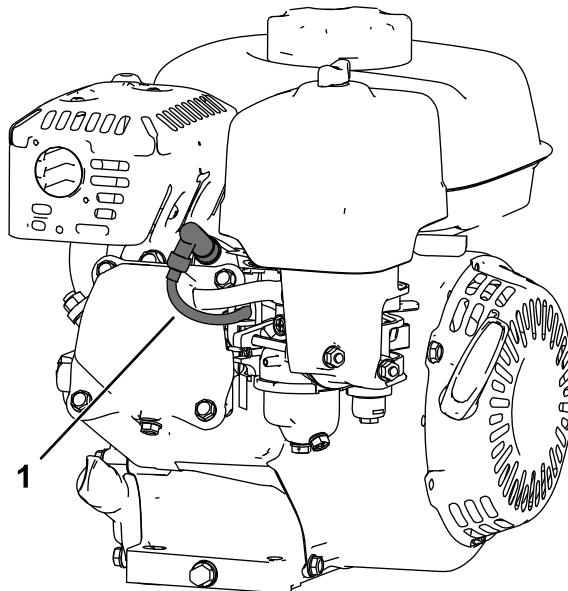

Figura 13
- Desconecte el cable de la bujía (Figura 13).